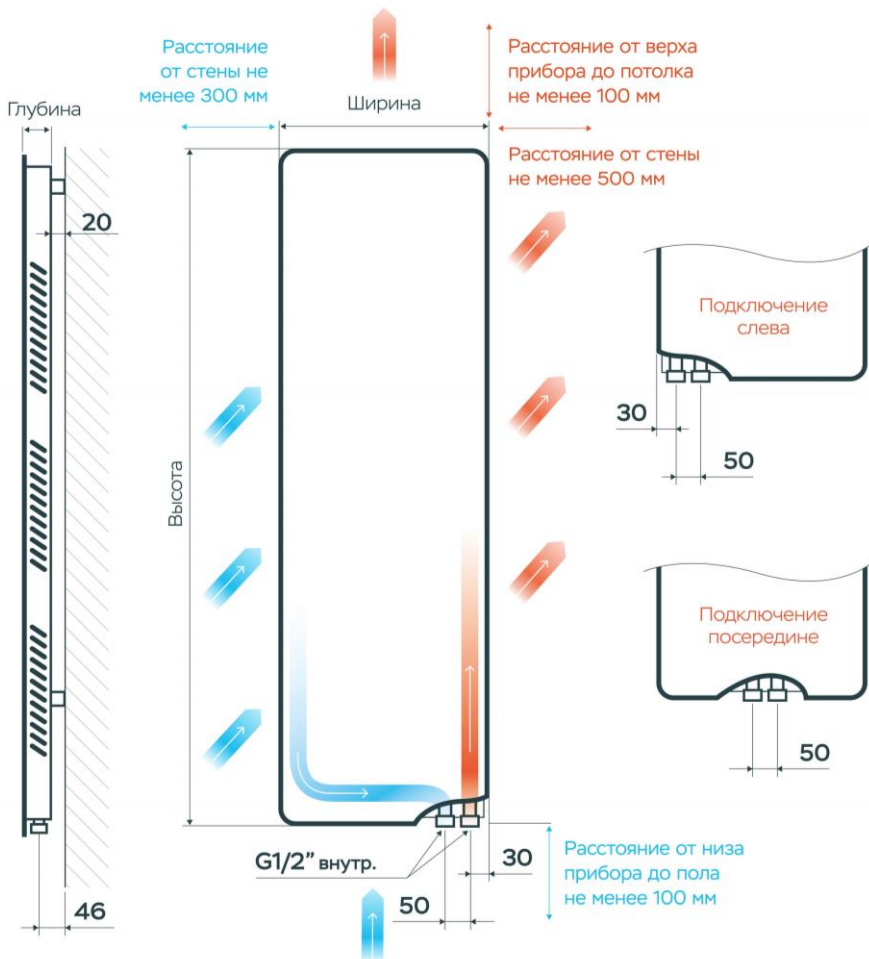

Рисунок 2. Схема расположения.
Для наиболее эффективной работы конвекторов **DRV** рекомендуется выдерживать при их установке расстояния, указанные на схеме Рис.2..
2) Разместить конвектор на стене, выдерживая рекомендуемые минимальные расстояния см. схему расположения (Рис.2);
Схема расположения конвектора в помещении приведена на рис. 2.. Модификация подключения с правой стороны. С левой стороны - зеркально.